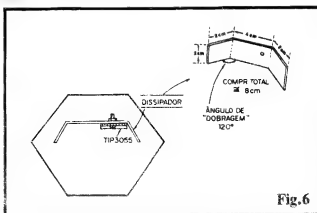

Fig. 6
- FIG. 6 - DISSIPANDO O CALOR NO TIP3055... - Embora o disparo sonoro se dê em manifestação intermitente - o na maioria dos sistemas de alarme - com temporização geral (que emudece o alarme após alguns minutos de funcionamento...), é de se esperar um razoável aquecimento no transistor de Potência, sob condições reais de uso ativo (sirene disparada...). Assim, um moderado dissipador de calor deve ser acoplado ao TIP3055, nos moldes do diagrama: uma lâmina de alumínio, nas dimensões relacionadas no item OPCIONAIS/DIVERSOS da LISTA DE PEÇAS, e dobrada de acordo com as instruções do presente diagrama... Elaborado o dissipador, basta fazer-lhes um furo, meio "fora de centro", experimentando antes a posição geral de modo que as duas abas dobradas "acompanhem" a angulação dos lados do hexágono/base (placa de Circuito Impresso...). Parafuso e porca prendem, então, o dissipador à lâmina metálica do transistor, com firmeza, de modo a haver boa transferência de calor...